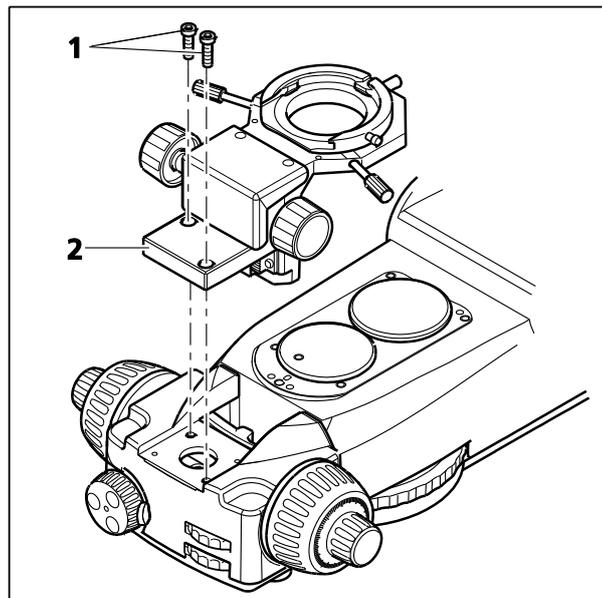

图 3-12 安装及拆卸聚光镜托架
- 拧下主机架面板中的两颗内六角螺钉（图 3-12/1），然后取下面板。
- 将聚光镜托架（图 3-12/2）置于主机架上，然后使用两颗内六角螺钉（图 3-12/1）拧紧。
- 用一只手握住聚光镜托架（图 3-12/2），拧开两颗内六角螺钉（图 3-12/1）。